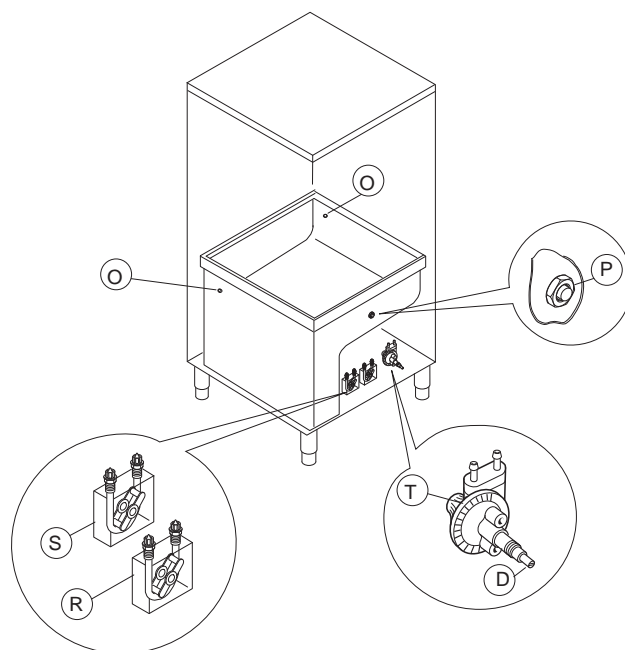

Fig. 12
1. Vaatwasmachine met ingebouwde doseerpomp voor vaatwasmiddel (Fig. 12)
2. Vaatwasmachine met ingebouwde doseerpomp peristaltische voor naglansmiddel (Fig. 12)
3. Vaatwasmachine met ingebouwde membraan-doseerpomp voor naglansmiddel (Fig. 12)
Instelling voor automatische doseerinrichting voor vaatwasmiddel (Fig. 12)
Bij de machines met een drukboiler kan de membraan-doseerinrichting met de hand in werking gesteld worden door op schroef "D" (Fig. 12) te drukken.
Om de dosering te veranderen moet schroef "D" (Fig. 12) in de gewenste richting gedraaid worden